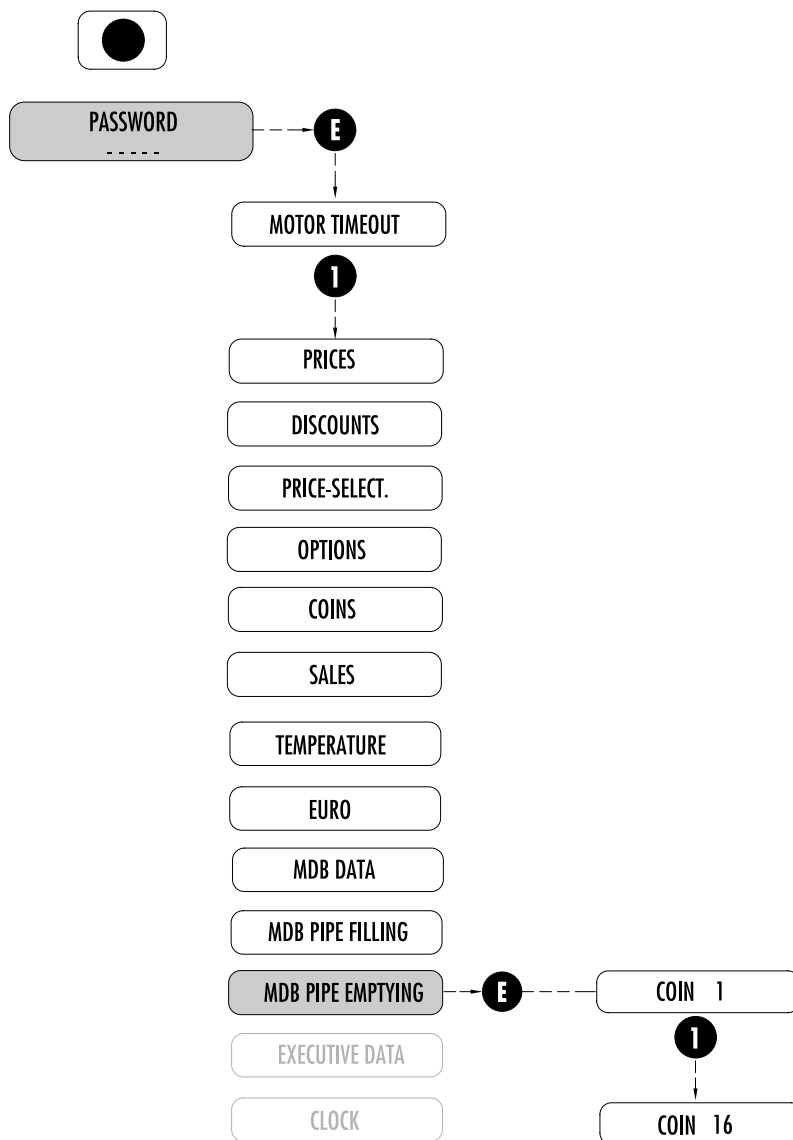

Fig. 7.15
7.2.12 MDB PIPE EMPTYING (Fig. 7.15)